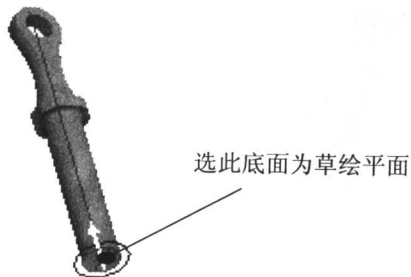
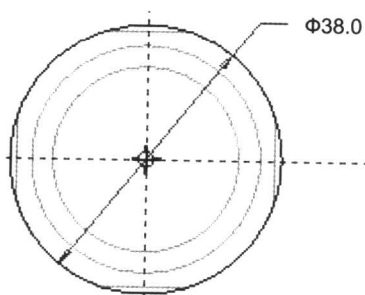

图 1.1.18
图 1.1.19
(1) 选择 **Insert**  **Extrude** (拉伸) 命令。
(2) 在出现的操控板中选取拉伸类型：单击实体类型图标 。
(3) 定义草绘截面放置属性。
① 单击操控板中的草绘图标 。
② 设置草绘平面：选择如图 1.1.18 所示的模型底面作为草绘平面。
③ 设置草绘视图方向：采用模型中默认黄色箭头的方向为草绘视图方向。
④ 指定草绘平面的参照：采用系统给出的默认曲面为草绘平面的参照。
⑤ 指定草绘平面参照的方位：采用系统给出的默认方位。
⑥ 完成草绘截面放置属性：单击草绘截面放置属性定义窗口中的 **Sketch** 按钮。
(4) 创建特征截面：绘制如图 1.1.19 所示的特征截面，完成后单击图标 。
(5) 选取深度类型及其深度：在操控板中，选取深度类型 ，再在深度文本框中输入深度 10。